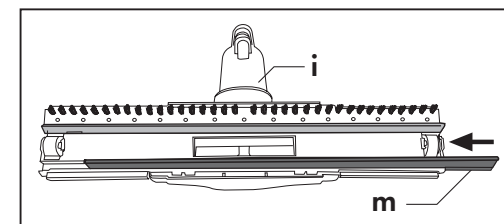

Abb. 9
- Die steife Leiste (m) wird für die Funktion Staubsauger verwendet und in den vorderen Sitz der Bürste (i) geschoben. Abb. 9